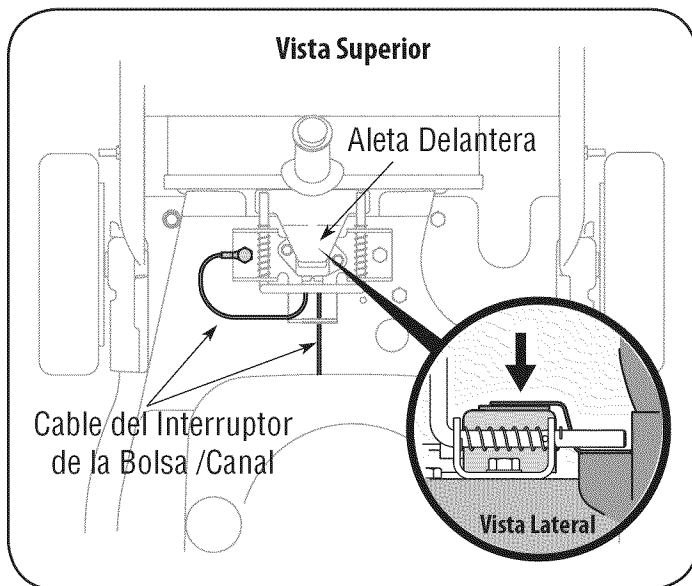

Figura 11
1. El botón del interruptor de bolsa / canal debe quedar presionado totalmente por la punta de la aleta delantera situada en la manija de la bolsa o en el canal de soplado, ya que en caso contrario el motor no arrancará. Vea la figura 11.
2. Compruebe que el cable del interruptor de la bolsa / canal esté conectado al motor y que esté conectado a tierra mediante la ménsula de montaje. Vea la figura 11.